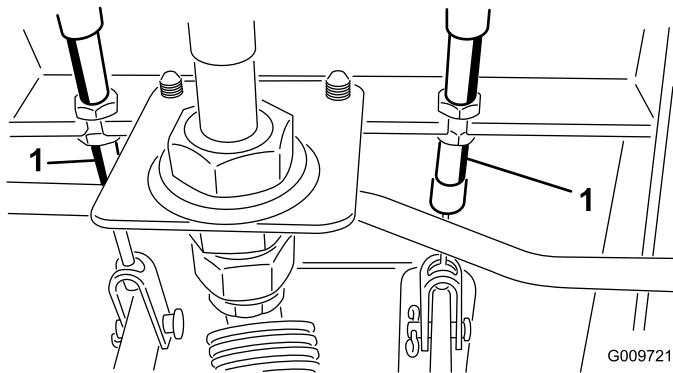

図 77
- A. ブレーキケーブル（図 77）の端にある前ナットをゆるめる。